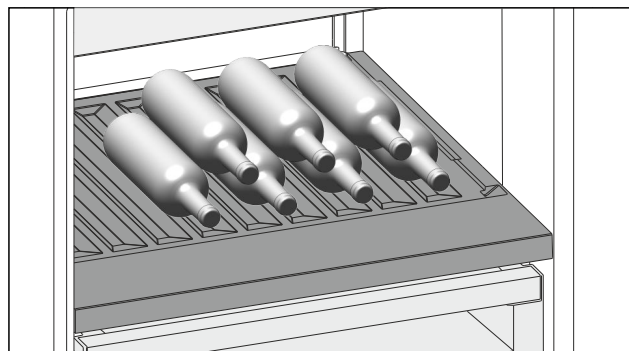

Fig. 215 Примерное изображение
- ▶ Бутылки укладывают дном к задней стенке. (см. Fig. 215)